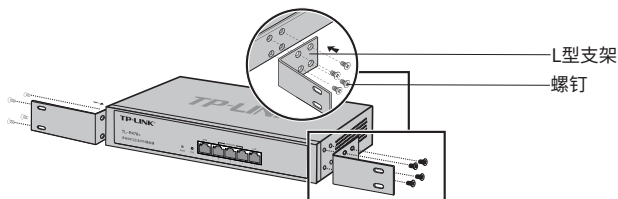

图2-2 支架安装示意图
2. 将配件中的两个L型支架分别安装在路由器面板的两侧, 并用配件中提供的螺钉固定, 如图2-2所示;